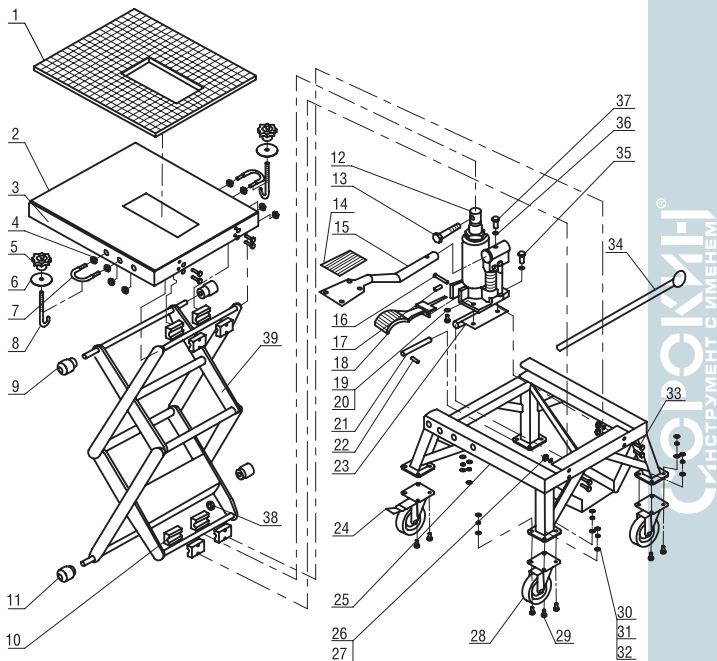

Рисунок 1 – Детализовка
3. Установите поворотные колёса на ножки изделия при помощи болта, шайбы, шайбы Гровера и гайки (поз. 29, 30, 31, 32 рис. 1), установите поворотные колёса со стопором по одной стороне подъемника.
4. Зафиксируйте мотоцикл на платформе при помощи регулируемых крюков (поз 8. рис. 1), установив их в подножки мотоцикла (рис. 5) и закрепите на болтах-скобах в платформе. Убедитесь, что мотоцикл зафиксирован надёжно и не будет смещаться во время подъёма. Если надёжная фиксация только при помощи крюков невозможна, то используйте дополнительно подходящие ремни и стяжки.